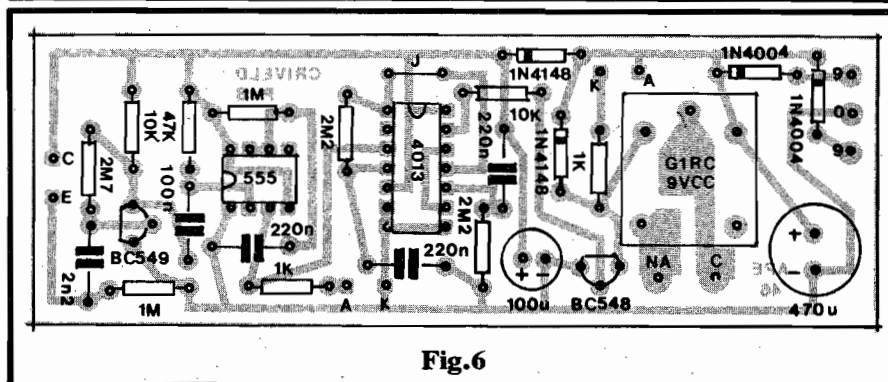

Fig.6
- FIG. 6 - "CHAPEADO" DA MONTAGEM (PLACA "B") - Agora a placa "B" (receptor/módulo de Potência do CRIVELD), também pelo seu lado dos componentes (não cobreado), todas as peças identificadas pelos seus códigos, valores, polaridades e claras estilizações. Os componentes polarizados merecem maior atenção, já que suas posições/terminais não podem ser invertidos (o circuito não funcionaria, e o próprio componente seria danificado...): dos dois Integrados, os transístores, os diodos e os capacitores eletrolíticos incluem-se nessa categoria... A mesma atenção quanto aos valores/lugares de resistores e capacitores comuns (não polarizados)...